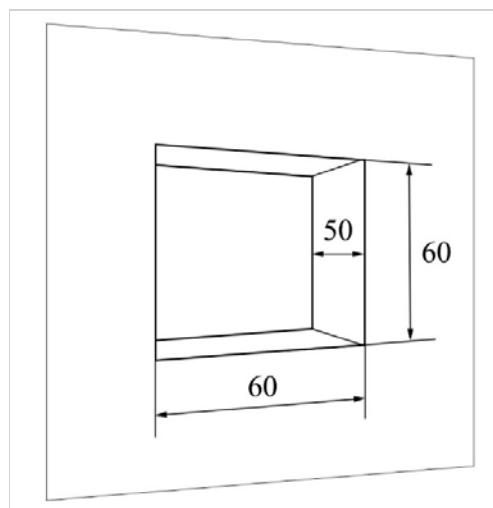

Рисунок 2 – Отверстие для размещения кабелей
2.2.1. В месте установки крепления вырезать отверстие ($B \times W \times H = 60 \times 60 \times 50$ мм) для размещения кабелей (рисунок 2).
- 2.3.2. Подключить вызывную панель RV-3434 (алгоритм подключения описан в руководстве по эксплуатации для вызывной панели). Вызывную панель вставить в монтажные пазы крепления (рисунок 2), чтобы выступы крепления вошли под крепежную пластину панели. Четырьмя винтами ISO M3×10 из комплекта поставки прикрутить панель к креплению с помощью отвертки **Torx t10**.